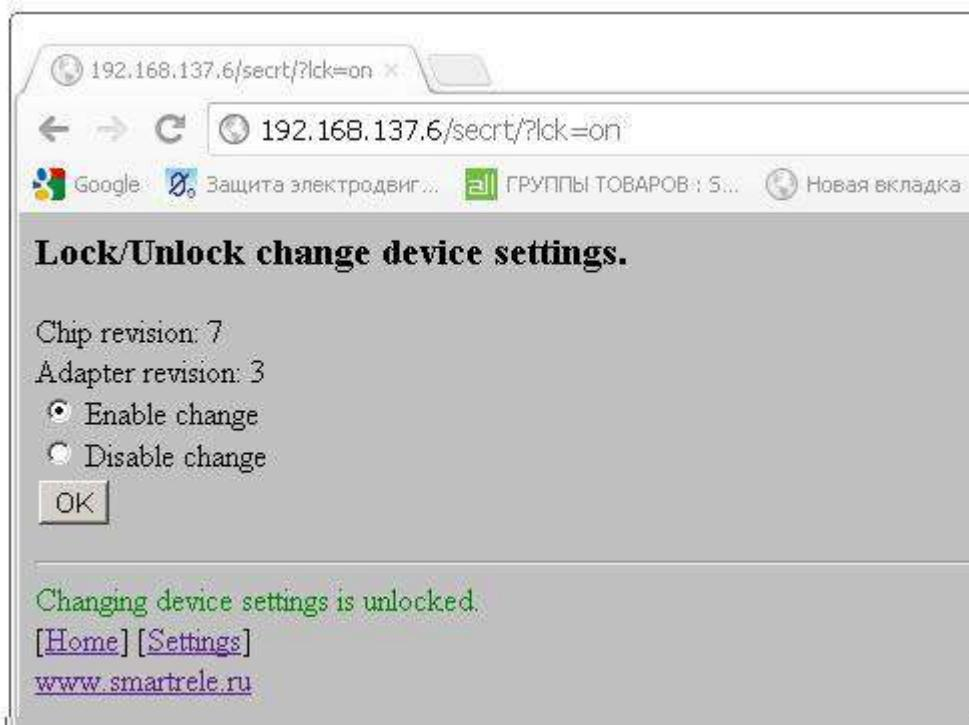

Рисунок 3 – Страница разрешения изменения настроек адаптера
9.5 Для разблокирования изменения настроек адаптера введите в поле пароль “**admin**” и нажмите кнопку “OK”, если пароль введен верно отобразится страница разрешения изменения настроек адаптера (рис. 3), иначе в строке сообщений отобразиться надпись “Incorrect password” красного цвета. Выберите пункт “Enable change” и нажмите кнопку “OK”. При этом отобразиться сообщение “Changing device settings is unlocked” зеленого цвета в строке сообщений.